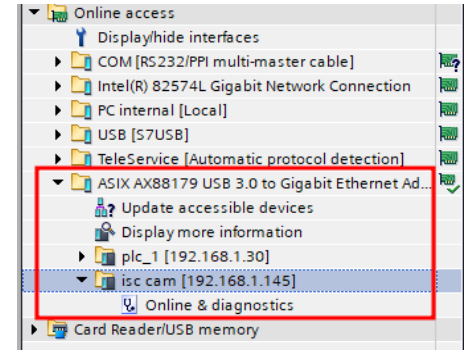

Figure 11: Online Access for Connecting ISC CAM to Project
20. 在博图 TIA Portal程序中打开“在线访问”找到并打开连接到ISC CAM的适配器。在该适配器下将列出一个具有相同IP地址的ISC CAM设备，见图11。
21. 在“在线访问”树中打开ISC CAM设备。转到“在线和诊断”，图11。